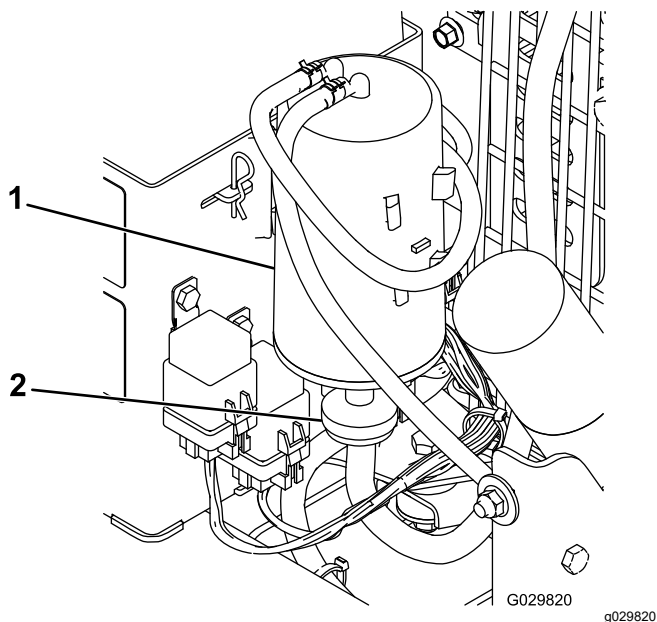

Рисунок 18
2. Снимите и удалите в отходы воздушный фильтр бачка с активированным углем (Рисунок 18).